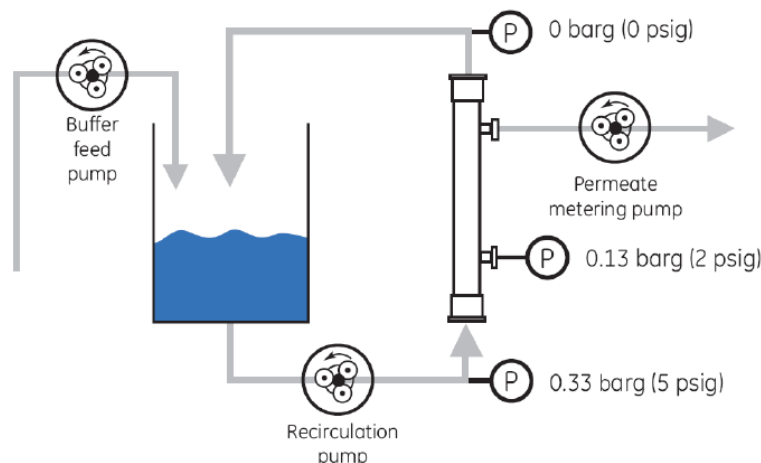

图 5. 微滤示意图
1. **滤柱组装**: 参考图 1.和图 5.组装中空纤维膜柱。(若为新柱子, 前处理结束直接进入步骤 4, 缓冲液润洗)